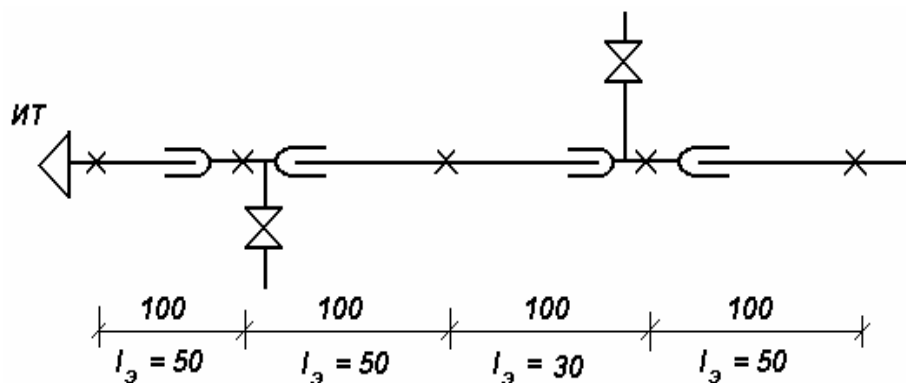

Рис. 61
25. Определите потери давления в сети (рис. 61), если $R = 100$ Па/м.